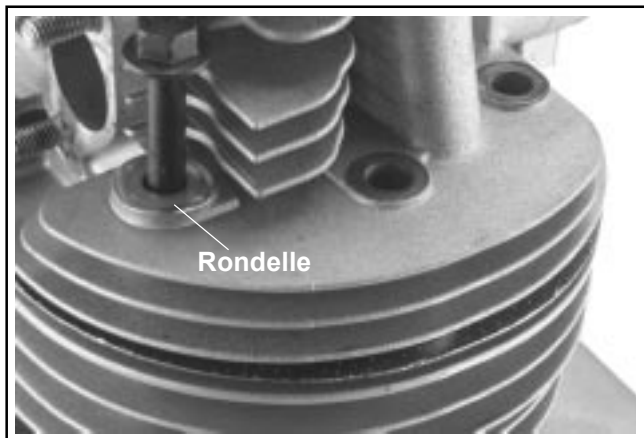

Figure 8-29. Dépose des boulons de la culasse et de la rondelle.
- Retirer les six vis hexagonales maintenant la culasse. Repérer la rondelle utilisée sur la vis la plus proche de la soupape d'échappement. Voir la Figure 8-29.